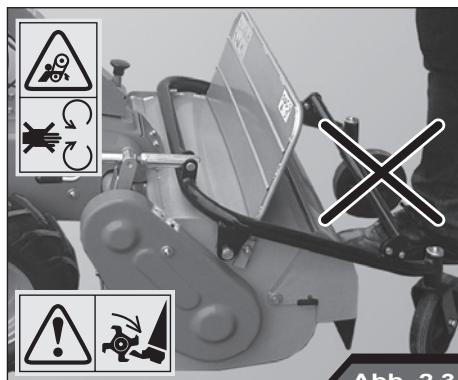

Abb. 2.3
- Vor dem Anlassen der Maschine immer sicherstellen, dass sich keine Personen in der Nähe des Messerrotors (Abb. 2.3) aufhalten. Beim Gebrauch des Mulchers sicherstellen, dass sich im Wirkungskreis von 10 Metern keine Personen aufhalten. Bei der Arbeit auf Boden mit vielen Steinen oder auf Böden mit anderen Hindernissen sollte ein Großteil der Steine oder Hindernisse vor Beginn der Arbeit entfernt werden. Trotz der Schutzvorrichtungen besteht die Gefahr, dass Steine oder andere Gegenstände in Richtung Bediener oder sich in der Nähe aufhaltender Personen geschleudert werden.